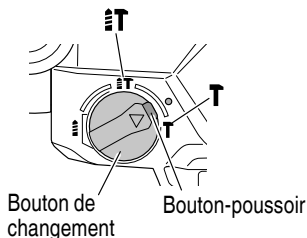

Fig. 24
- (1) Installer la pointe de broyage ou le burin.
- (2) Appuyer sur le bouton-poussoir et placer le bouton de changement au milieu du repère **HT** et du repère **T** (Fig. 24).